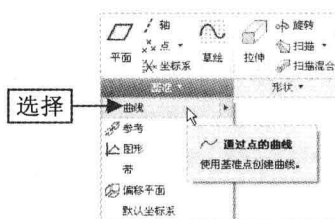

图 4-33 选择“曲线”选项
Step 02 在“功能区”选项板中切换至“模型”选项卡, 单击“基准”面板中“基准”右侧的下拉按钮, 在弹出的下拉列表中选择“曲线”选项, 如图 4-33 所示。